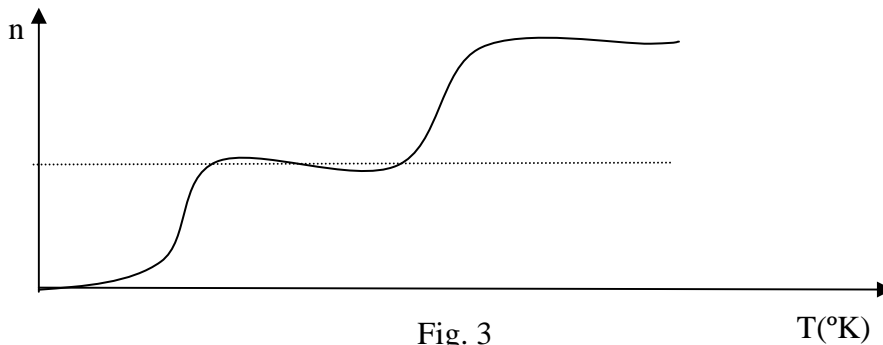

Fig. 3
- A variação de $n(T)$ representada na Fig. 3 para um semicondutor do tipo n.